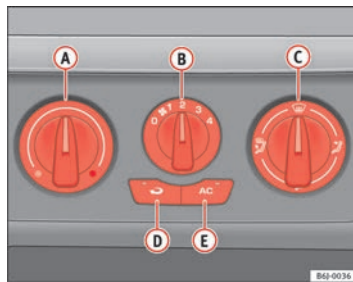

Fig. 92 Mandos del Aire Acondicionado en el tablero de instrumentos
- Desconecte el sistema de refrigeración con la tecla ⇒ fig. 92  (se apaga el testigo de la tecla).
Con la recirculación de aire en marcha $\Rightarrow$ página 134, fig. 92 (se enciende un testigo en la tecla), se evita que los malos olores del exterior, por ejemplo, al atravesar un túnel o en un atasco, penetren en el habitáculo.